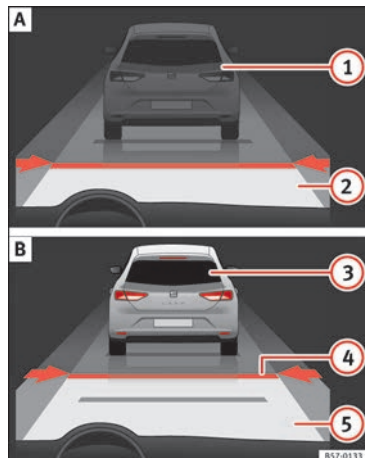
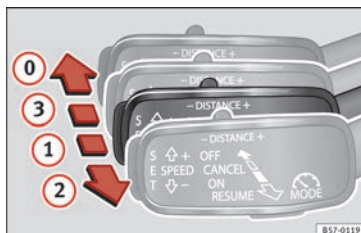
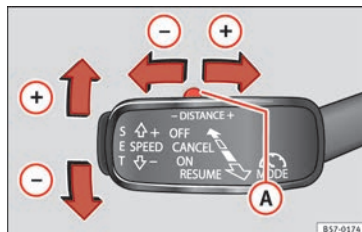

Abb. 195 Im Display des Kombiinstrumentens: (A) ACC inaktiv (Standby). (B) ACC aktiv.
Abb. 197 Auf der linken Seite der Lenksäule: dritter Hebel für die Betätigung der automatischen Distanzregelung.
Abb. 198 Auf der linken Seite der Lenksäule: dritter Hebel für die Betätigung der automatischen Distanzregelung.
Anzeigebereiche im Display »» **Abb. 195:**
Wenn die adaptive Geschwindigkeitsregelung (ACC) eingeschaltet ist, schaltet sich auf der Schalttafel die grüne Kontrollleuchte ein (☺) und auf dem Bildschirm werden die programmierte Geschwindigkeit und der Zustand der ACC angezeigt »» **Abb. 195.**
Während der Fahrt können Sie die aktuelle Geschwindigkeit, falls erwünscht, als Fahrgeschwindigkeit des Fahrzeugs einstellen und die ACC aktivieren. Drücken Sie dazu auf die Taste **SET** » Abb. 198. Falls Sie die Geschwindigkeit in Schritten von 1 km/h (0,6 mph) erhöhen oder reduzieren möchten, bewegen Sie den Hebel in die Position ② » Abb. 197 oder drücken Sie die Taste **SET**.
Die programmierte Geschwindigkeit kann je nach Wunsch während der Fahrt oder bei Fahrzeugstillstand geändert werden. Jegliche Änderungen der programmierten Geschwindigkeit werden unten links im Display des Kombiinstruments angezeigt » Abb. 195.
Um das Abstands-niveau zu erhöhen oder zu reduzieren, drücken Sie den Wippschalter nach rechts/links » Abb. 198 **A**.
- Um die ACC zu aktivieren, müssen Sie, wenn sich der Hebel in Position ① befindet, die Taste **SET** drücken oder den dritten Hebel der ACC in die Position ② » Abb. 197 bringen. In diesem Moment wechselt die ACC-Anzeige im Display des Kombiinstruments in den Modus *Aktiv* » Abb. 195.
Um die ACC zu deaktivieren, bewegen Sie den Hebel in die Position ③ » Abb. 197 (eingerastet). In diesem Moment erscheint der Text **ACC deaktiviert** und die Funktion ist vollständig deaktiviert.
Falls Sie die ACC nicht ausschalten, sondern nur vorübergehend in den inaktiven Modus (Standby) versetzen möchten, bewegen Sie den dritten Hebel in die Position ③ » Abb. 197 oder betätigen Sie das Bremspedal.